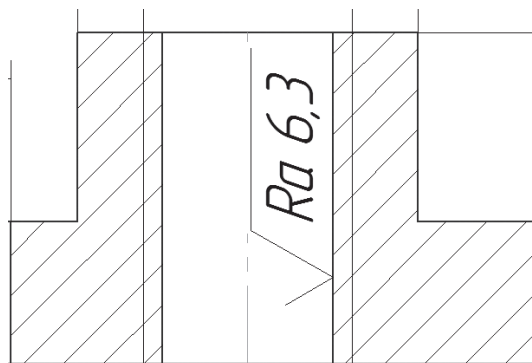

Рис. 81
10. Проставить размеры, указать шероховатость на резьбовом отверстии (рис. 81).